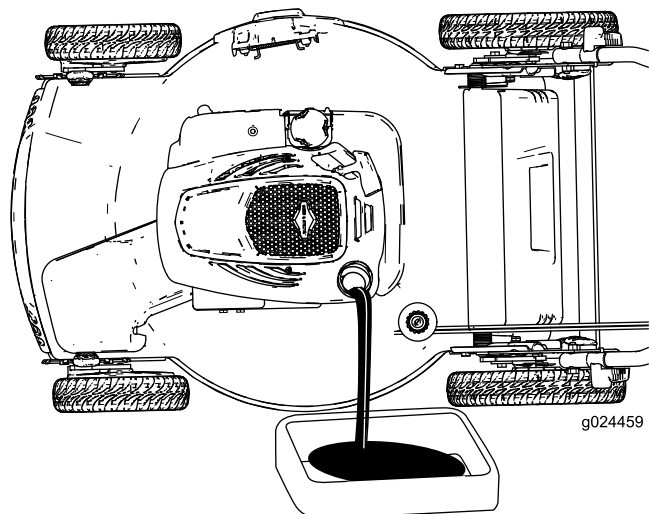
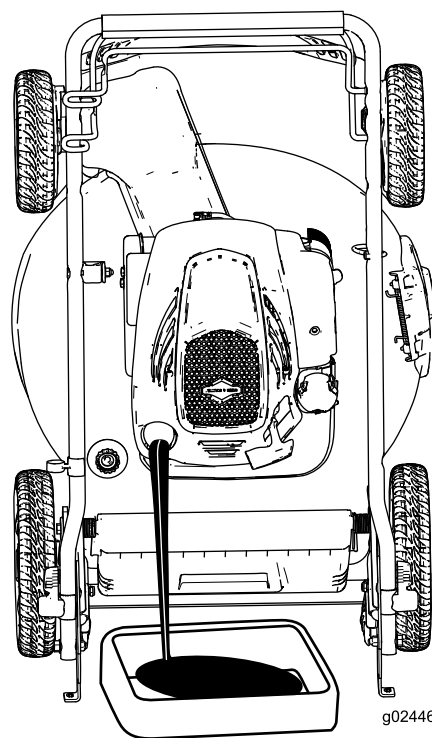

図 23
図 24
4. ディップスティックが下になるように機体を横倒しにするか 図 23、立てて収納する姿勢にする 図 24 エンジンオイルを抜く方法は 機体を立てて格納するには (ページ 12) を参照。